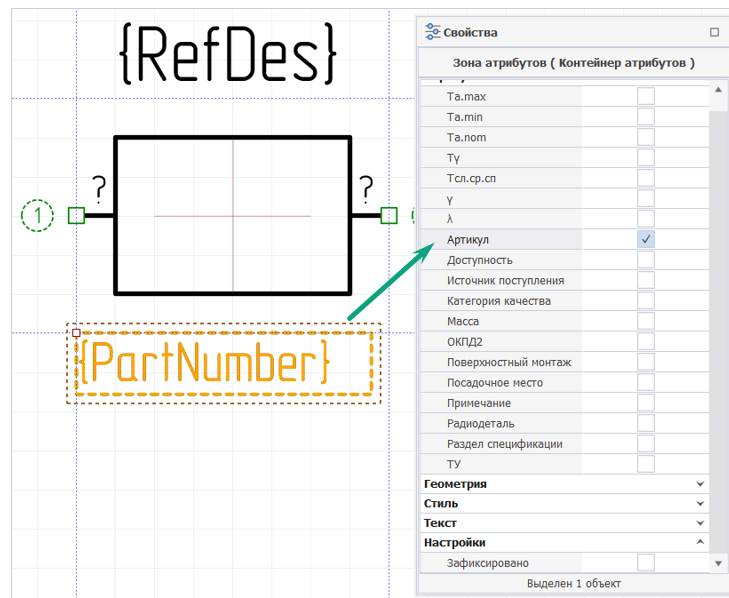

Рис. 174 Определение отображения дополнительных атрибутов в зоне атрибутов УГО
4. В зоне атрибутов отображается текстовое поле с системным именем контейнера атрибута, например, при выделении чек-бокса «Свойства» → «Атрибуты» → «Артикул» в зоне атрибутов отображается контейнер атрибута «Артикул» с системным именем «{PartNumber}», см. Рис. 174.